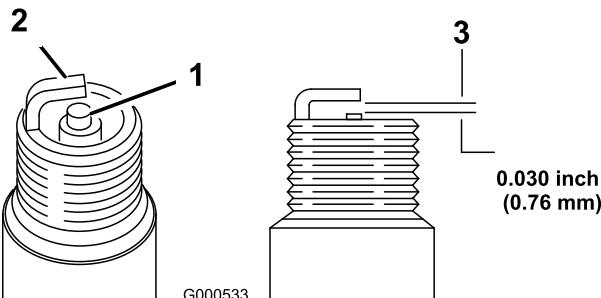

Figura 26
- Regolate la distanza tra gli elettrodi della candela a 0,76 mm, come illustrato in Figura 26.